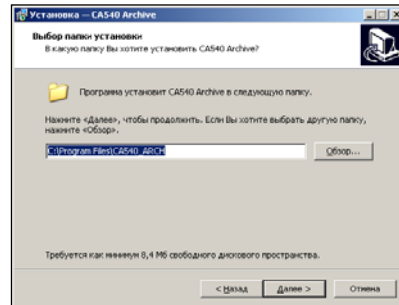

Рисунок 8.13
2) Визначити місце розташування ПЗ, для чого у вікні (рисунок 8.13) слід або погодитись з запропонованою папкою C:\Program Files\Компаратор CA540\_PC, або вибрати інший варіант, клацнувши по кнопці [Обзор]. Для продовження виконання встановлення програми клацнути по кнопці [Далее].